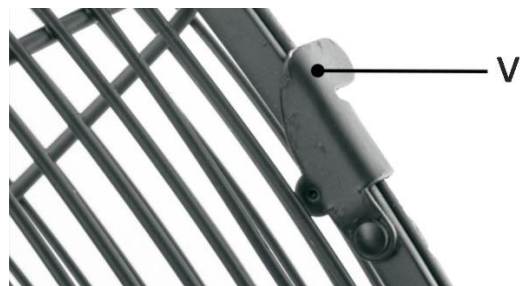

bild 16
2. Fäst det främre gallret med det bakre gallret och stäng sedan skyddsklämmorna (v). (bild 16)